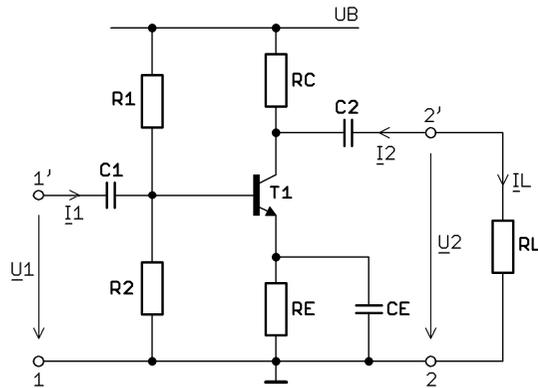

Abb. 3.1:
- e) – Die Vorstufe liefert $u_1(t)$ mit $\bar{u}_1 = 0$. Tragen Sie bei allen Kondensatoren in Abb. 3.1 (Blatt 4) den „+“-Pol ein. / 2